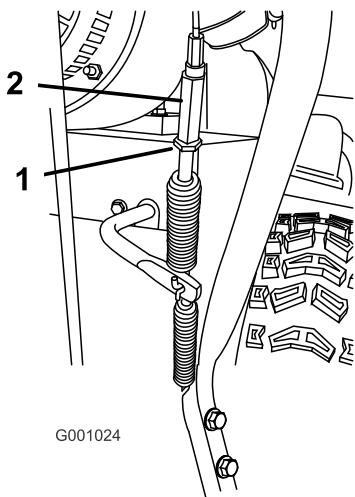

Рисунок 49
5. Ослабьте затяжку контргайки (Рисунок 49).
6. Ослабьте натяжение или подтяните винтовую стяжку для регулировки натяжения тросика (Рисунок 49).